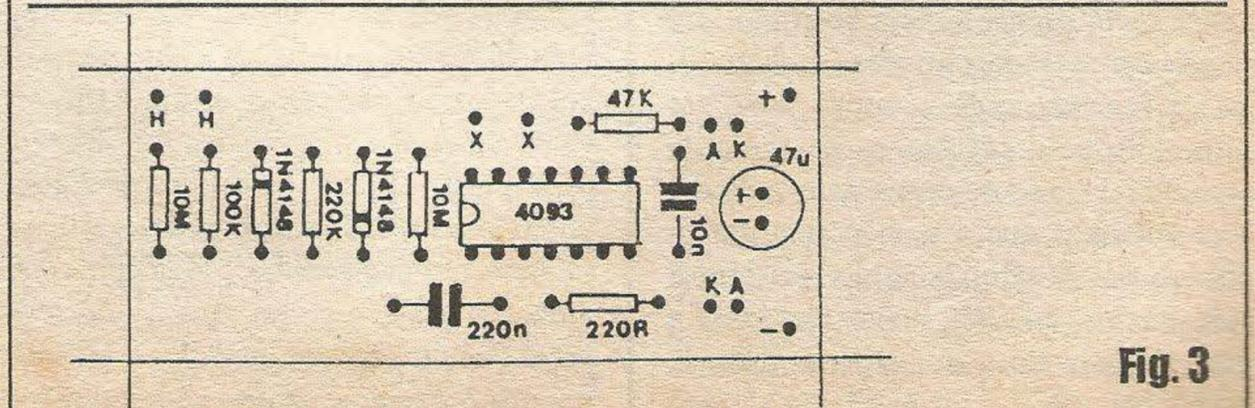

Fig. 3
- **FIG. 3 - CHAPEADO DA MONTAGEM** - Lado não cobreado do impresso, com todos os principais componentes colocados... Como é norma em APE, as estilizações são super-claras (mesmo ao principiante...), com os valores, códigos, polaridades e outras indicações gráficas nitidamente demarcadas... É seguir com atenção, passo-a-passo, que... *não tem erro!* Pedimos apenas cuidados especiais quanto à orientação dos componentes